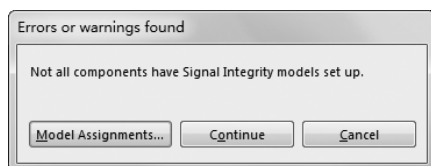

图 13-37 “Errors or warnings found” 对话框
- （1）在原理图编辑环境中，选择菜单栏中的“工具”→“Signal Integrity”（信号完整性）命令，系统弹出如图 13-37 所示的对话框。